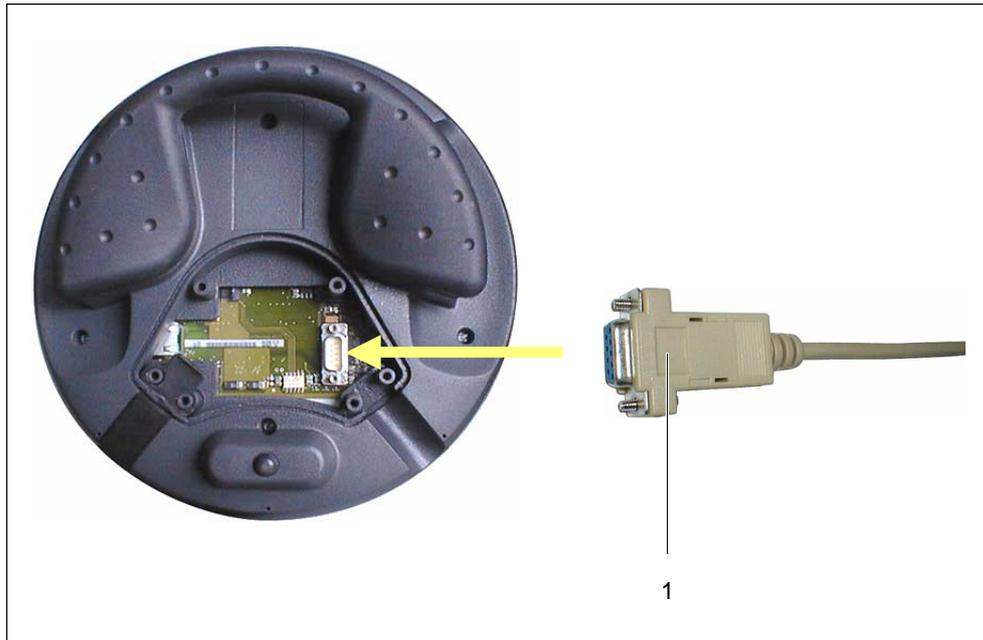

Bild 10-4 RS 232-Kabel anschließen
Im Bild 10-4 ist aus Darstellungsgründen das erforderliche Anschlusskabel nicht angeschlossen.
1. Stecken Sie den Steckverbinder vom RS 232-Kabel an die Kontaktstelle entsprechend Bild 10-4.